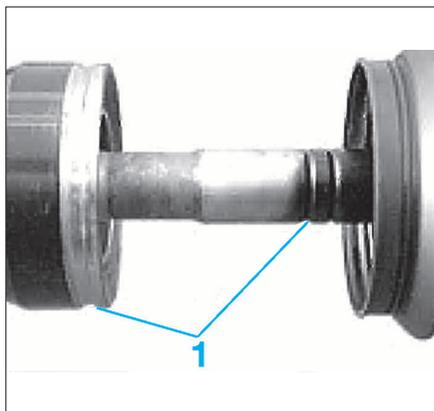

FIG. 13
- Mettre en place le soufflet en s'assurant que ces bourrelets (1) soient bien en place sur les gorges (1) (Fig.13).